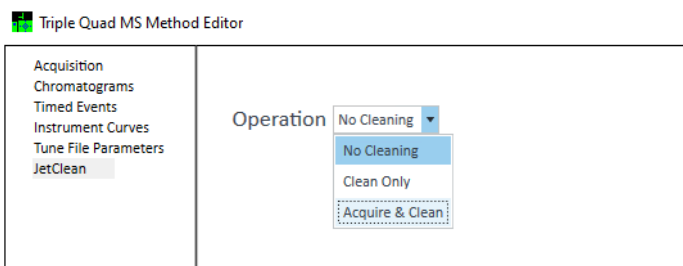

Figure 31. JetClean dans le panneau TQ MS Method Editor (Modification de la méthode du MS TQ)
- 3 Sélectionner un mode dans le menu déroulant **Operation** (Fonctionnement). (Voir **Figure 31**.)